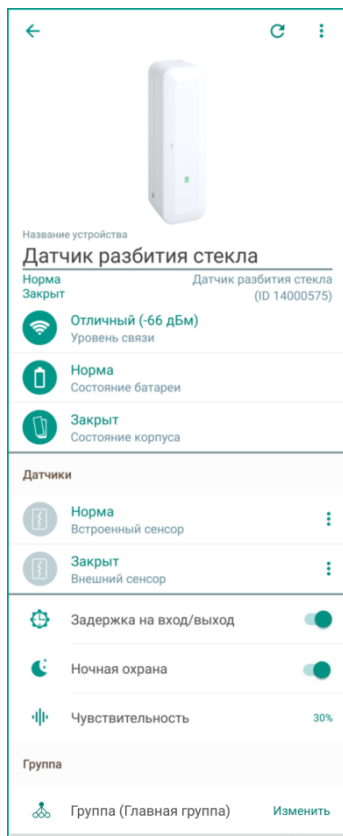

Рисунок 12.1 – Экран настройки датчика
1. В приложении на экране настройки датчика (в строке *Уровень связи*, см. рисунок 12.1).
Текущие параметры работы отображаются на экране настройки датчика (см. рисунок 12.1):
Настройки работы датчика могут быть изменены на экране настройки датчика (см. рисунок 12.1):
- 1) Откройте экран настройки датчика в приложении (см. рисунок 12.1).